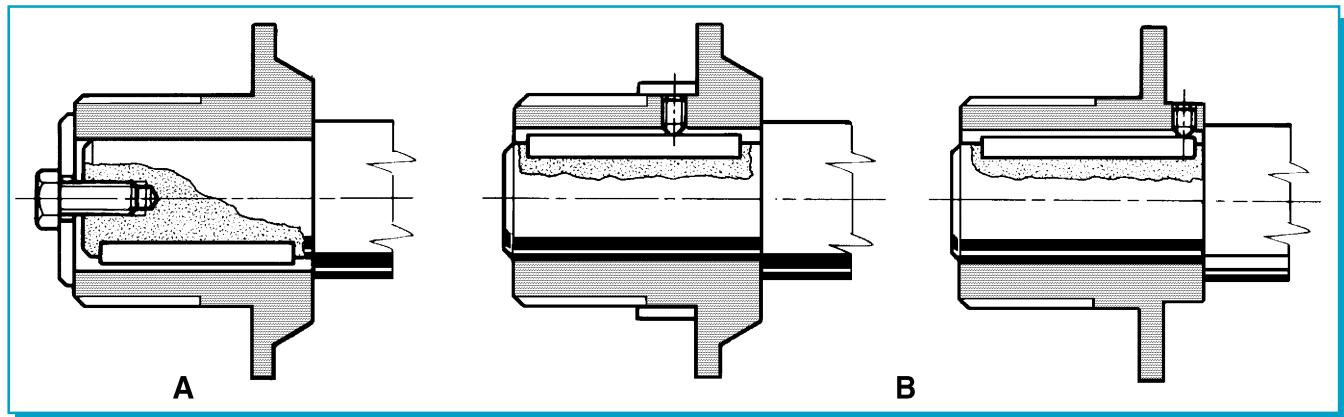

Fig. 3
- In Fig. 3 sono illustrate le possibilità di fissaggio corpo limitatore sull'albero di trasmissione del moto (tramite chiavetta):
- Figure 3 shows the options available for mounting the casing of the limiter to the drive shaft (using a spline):
- La Fig. 3 montre les possibilités de fixage du corps limiteur sur l'arbre de transmission du mouvement (à l'aide d'une clavette) :
- In Abbildung 3 werden die Montagemöglichkeiten des Gehäuses des Drehmomentbegrenzers auf der Antriebswelle (mit Passfeder) veranschaulicht: